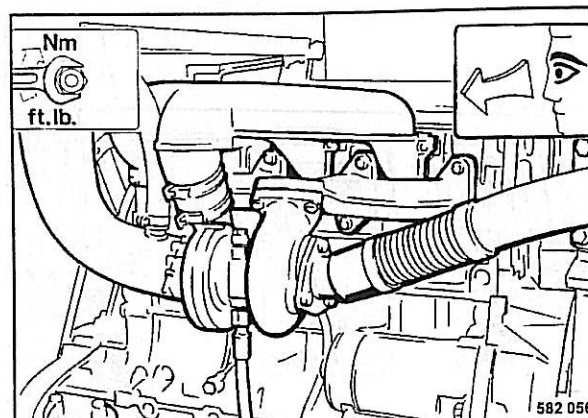

Fig. 118
- Comprobar el asiento fijo de la fijación de aspiración y de escape (Fig. 118) en las culatas.